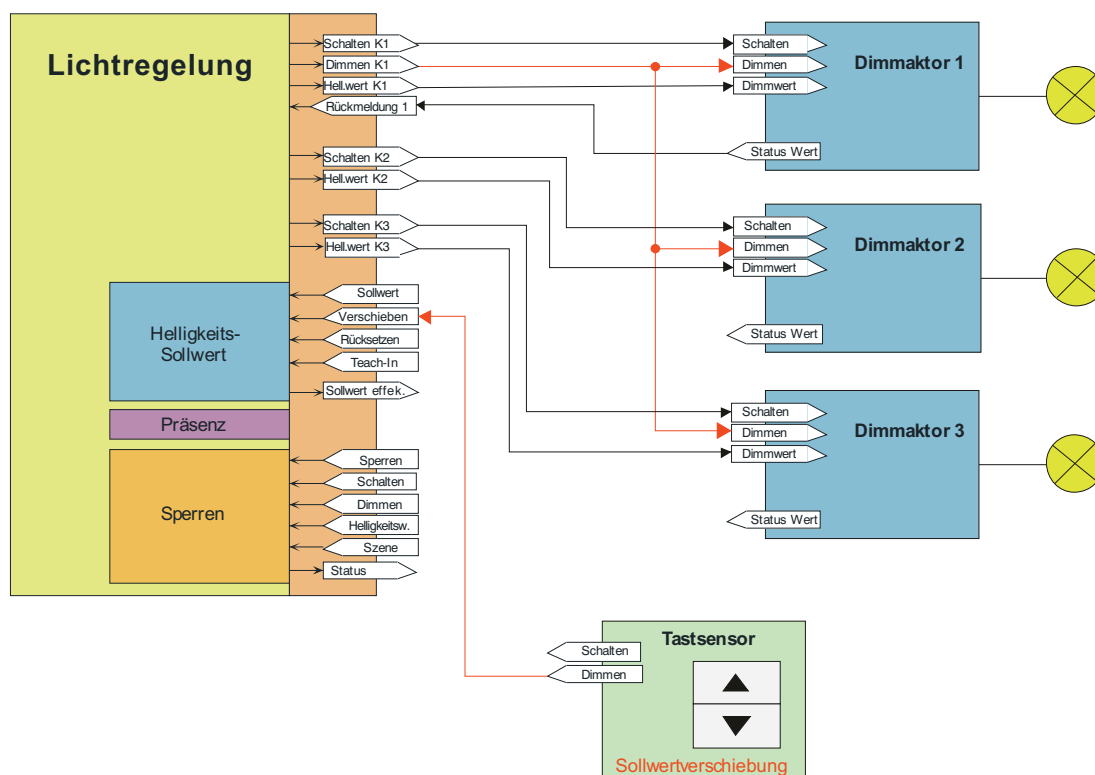

Bild 45: Applikationsbeispiel zur Sollwertverschiebung mit 3 Beleuchtungskanälen
- i** Wenn bei der Lichtregelung auch die Beleuchtungskanäle 2 oder 3 in Verwendung sind (Bild 45), müssen die 4 Bit Dimmobjekte der über diese Kanäle angesteuerten Dimmaktoren mit dem Objekt "Ausgang Kanal 1 Dimmen" der Lichtregelung verbunden werden (gleiche Gruppenadresse wie Dimmaktor im Kanal 1).